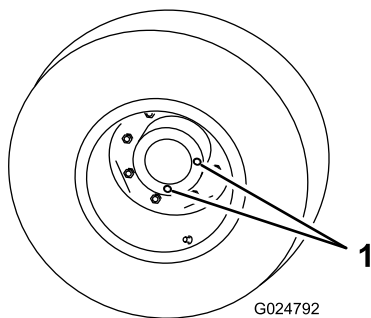

Figura 62
1. Con la máquina en una superficie nivelada, coloque una rueda de manera que uno de los tapones de verificación/drenaje esté en la posición más baja (posición de las 6) (Figura 62).